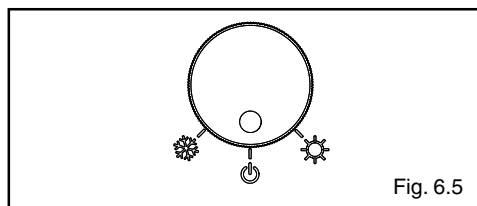

Fig. 6.5
- posizionare il selettore di funzione su “” (fig. 6.5)